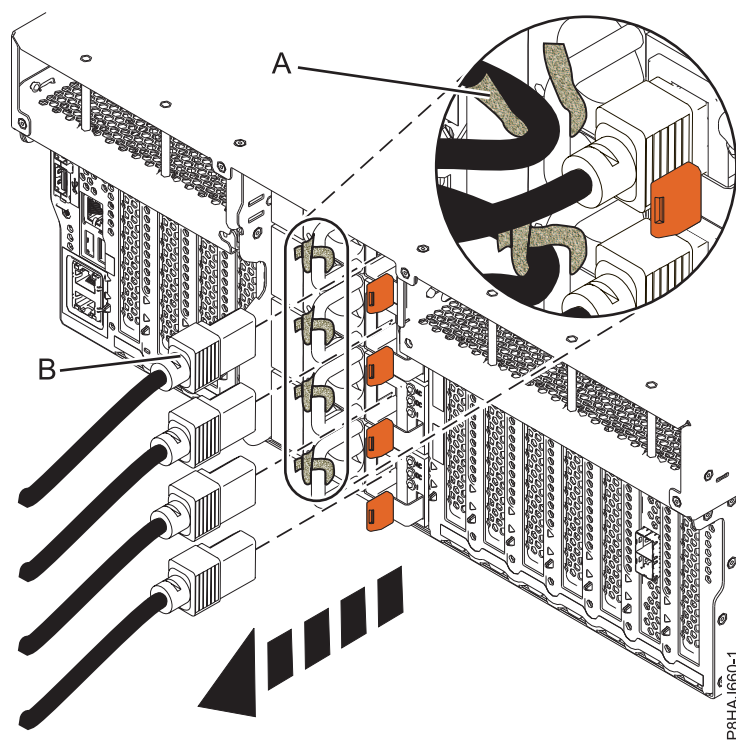
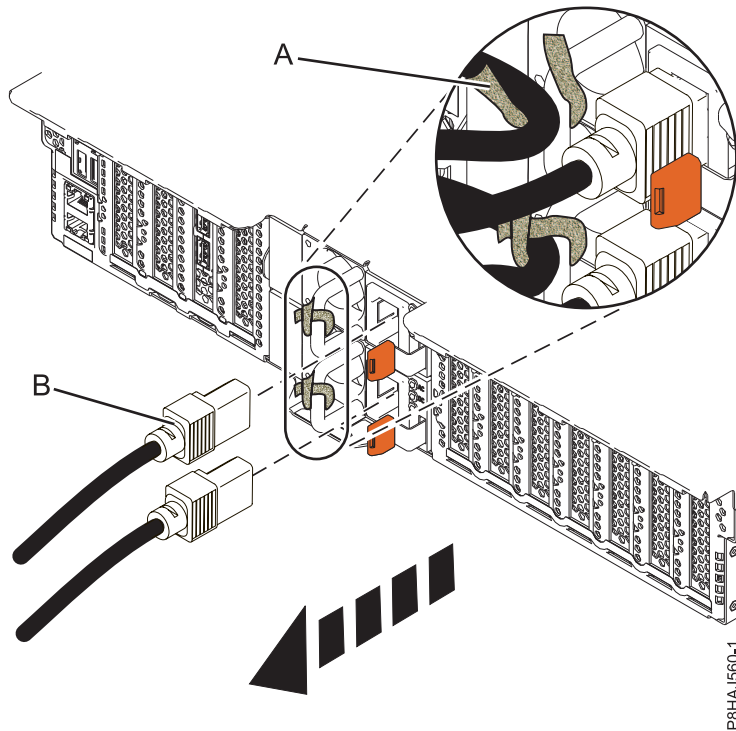
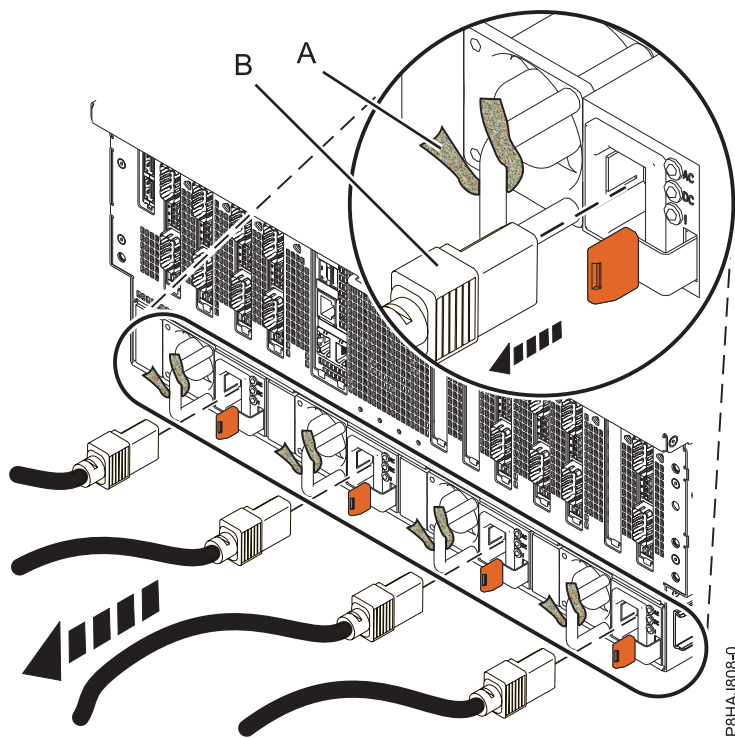

Figura 18. Extracció dels cables d'alimentació d'un sistema 8247-42L, 8286-41A o 8286-42A
Figura 19. Extracció dels cables d'alimentació d'un sistema 5148-21L, 5148-22L, 8247-21L, 8247-22L, 8284-21A, o 8284-22A
Figura 20. Extracció dels cables d'alimentació d'un sistema 8408-44E o 8408-E8E
3. Desconnecteu els cables d'alimentació **(B)** de la unitat del sistema. Consulteu Figura 18 a la pàgina 39, Figura 19 a la pàgina 39 o Figura 20 a la pàgina 40 depenent del tipus de sistema que tingueu.